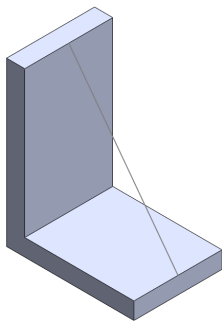

图 5-36 打开素材模型
(1) 单击常用工具栏中的【打开】按钮，打开一幅素材模型，如图 5-36 所示。